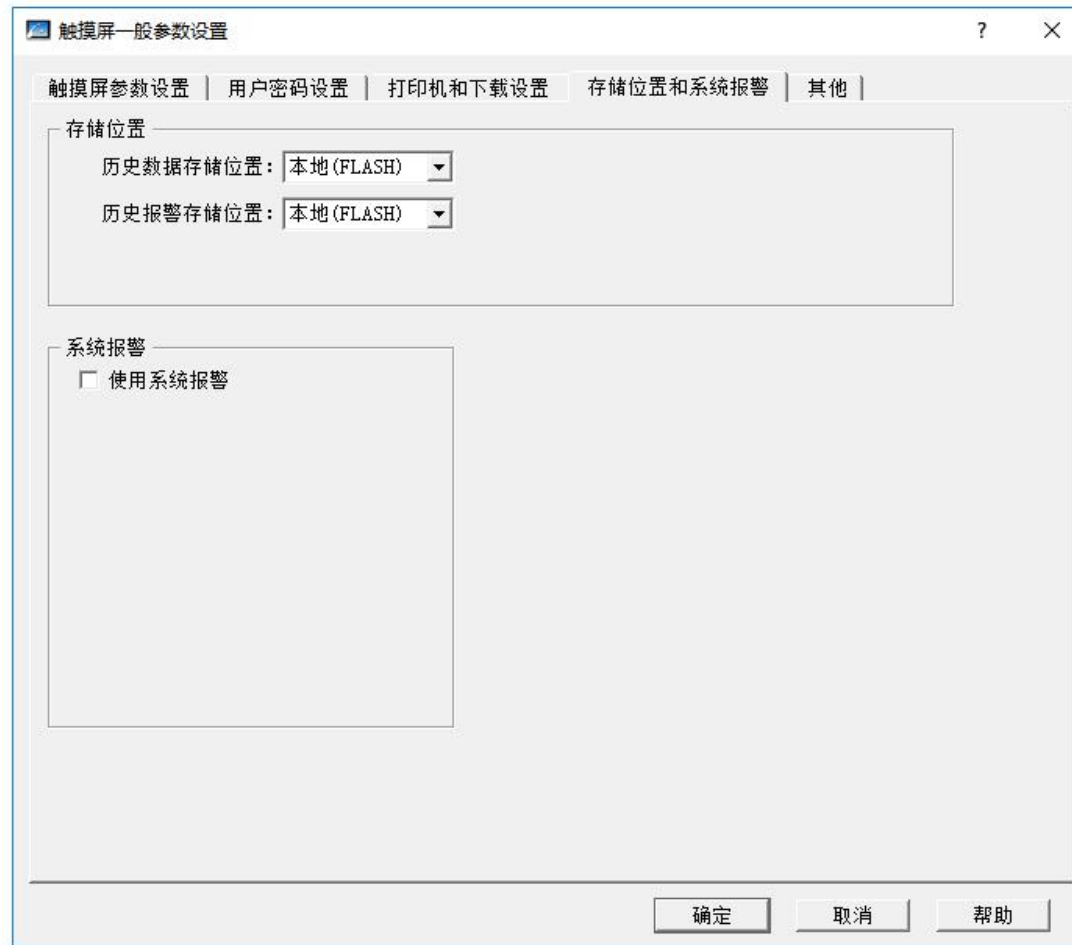

图 3-10 存储位置和系统报警设置页面
4、存储位置和系统报警设置，点击“存储位置和系统报警”页面，如图 3-10 所示：